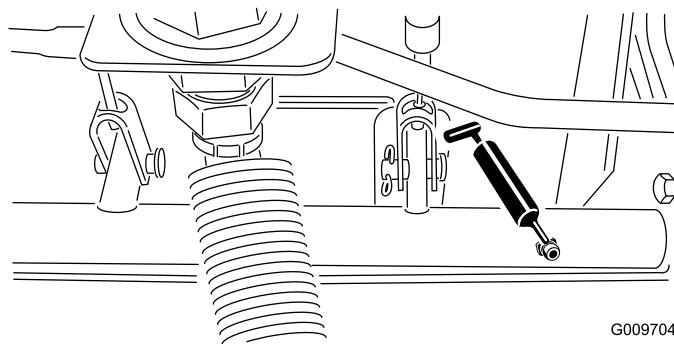

Рисунок 101
- Шарнирные опоры вала тормоза (5 шт.), см. Рисунок 101